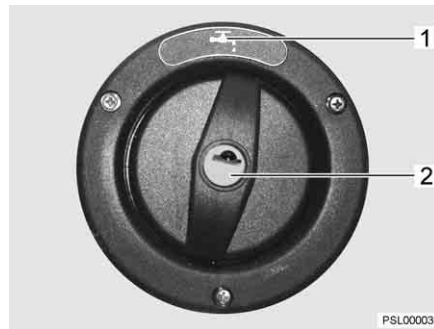

Fig. 34 Couvercle de fermeture pour bec de remplissage d'eau potable
▷ Le bec de remplissage d'eau potable est désigné par le symbole "🚰" (Fig. 34,1).
- Insérer la clé dans le barillet (Fig. 34,2) et la tourner dans le sens inverse des aiguilles d'une montre.